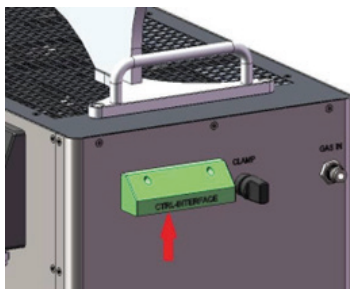
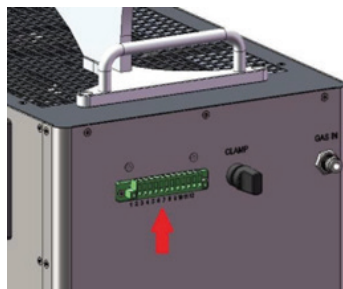

Figura 4.1
Figura 4.2
1. Retire la cubierta protectora de la interfaz de control (CTRL-INTERFACE) en el panel trasero (como se muestra en la Figura 4.1). Después de retirarla, se verá como se muestra en la Figura 4.2.